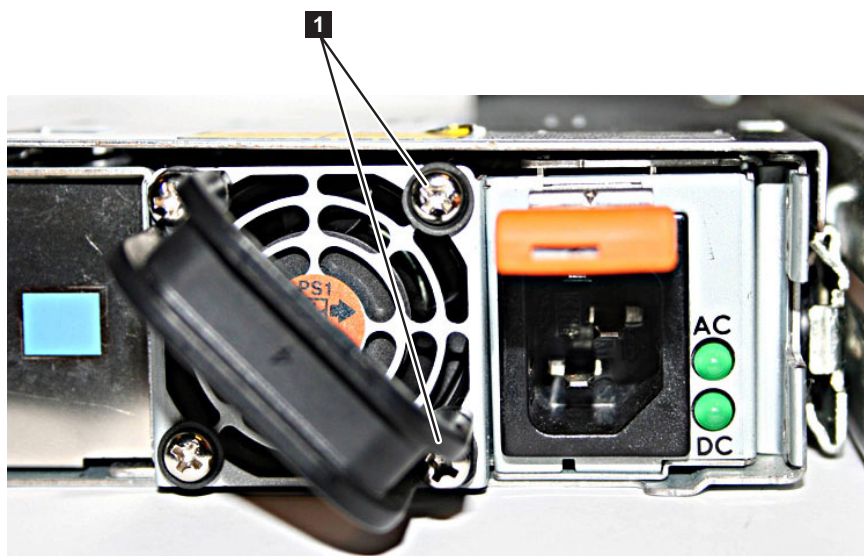

図 65. ケーブル保持ブラケットを取り付ける前の SAN ボリューム・コントローラー 2145-8G4
1. ノードを電源オフにして電源ケーブルを除去してから、図 65 に示すように、電源機構のファン・ユニットを覆う背面プレートの右側にある、2 本のねじ **1** を緩めて除去します。